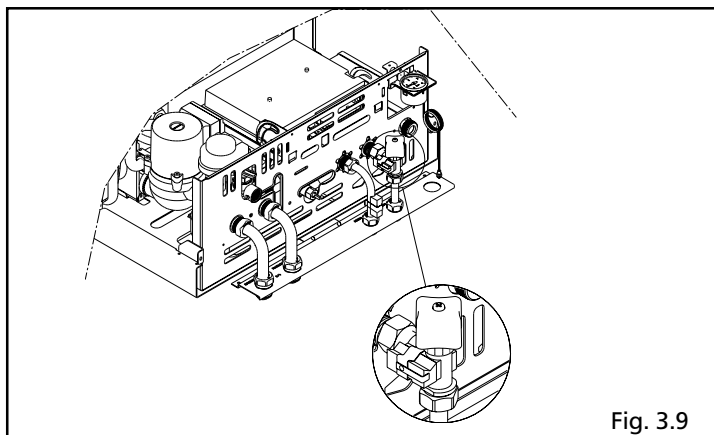

Fig. 3.9
- Collegare l'altra resistenza al rubinetto entrata sanitario fissandola con l'altra molletta (fig. 3.9)